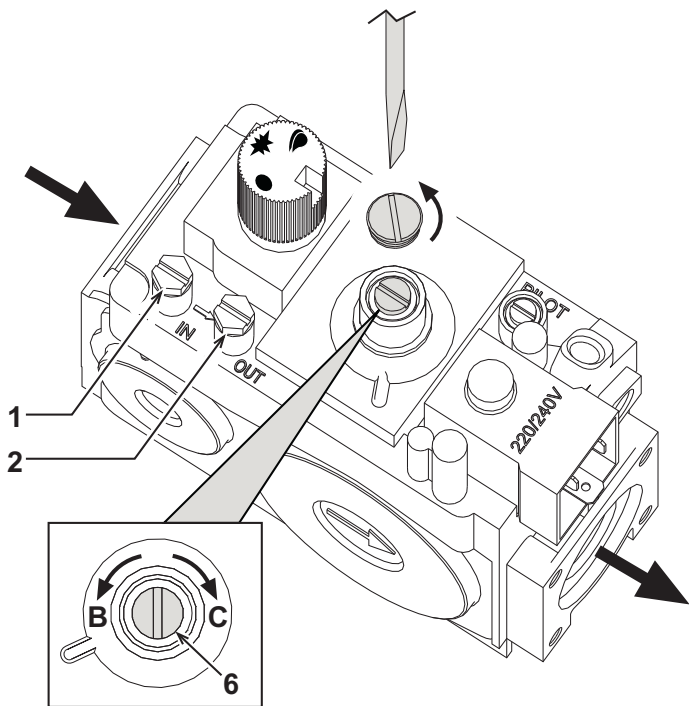
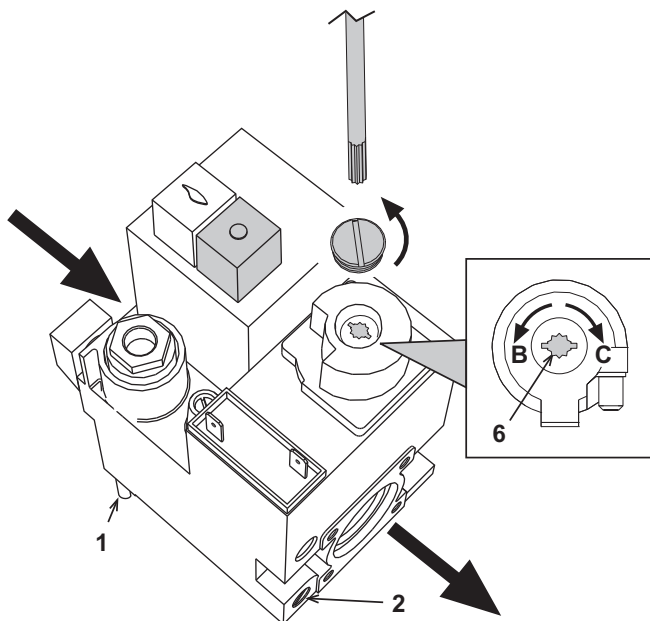

рис. 7 - Регулирование давления (модель 67 T)
рис. 8 - Регулирование давления (модели от 77 T до 107 T)
4. Выполните регулировку давления газа на горелке с помощью винта "6" (см. рис. 7 и рис. 8), используя значения, приведенные в таблице технических характеристик, для выбранного типа газа.